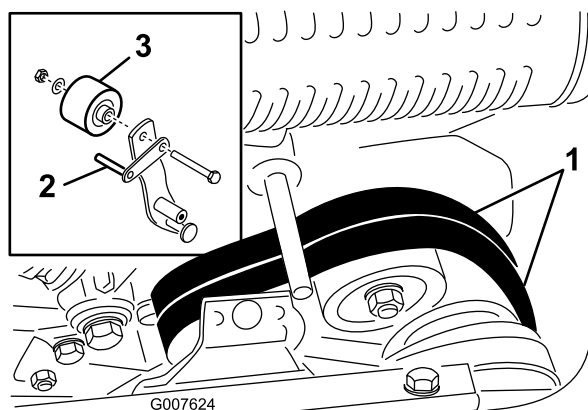

Figura 34
8. Per spingere o tirare la macchina più agevolmente senza avviare il motore, regolate il guidacinghia (Figura 34, inserto) come segue.